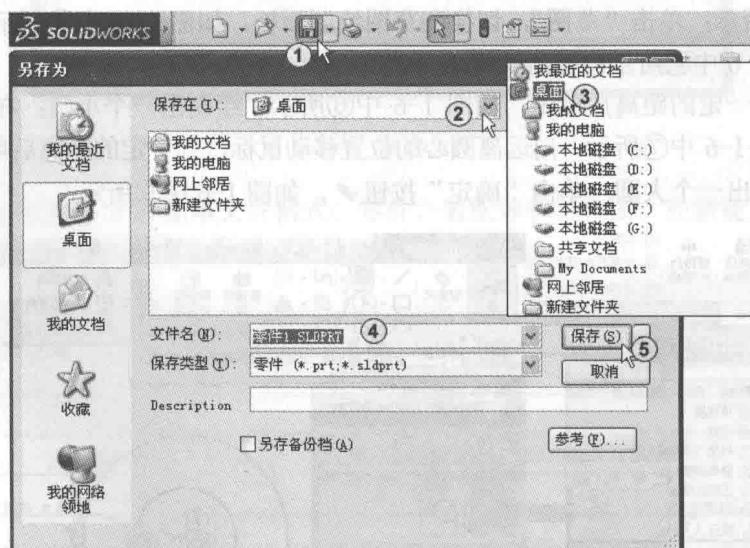

图 1-8 保存文件
对于已经编辑好的文件需要赋予适当的文件名进行保存。保存的方法：单击工具栏中的“保存”按钮①，如图 1-8 中①所示，或者按组合键<Ctrl+S>。系统弹出“另存为”对话框，单击“保存在(I)”后的按钮②，如图 1-8 中②所示，选择想要保存文件所在的地方，如图 1-8 中③所示，在“文件名(N)”文本框中输入想要保存文件的名称，如图 1-8 中④所示。然后单击“保存”按钮，如图 1-8 中⑤所示，完成对文件的保存。